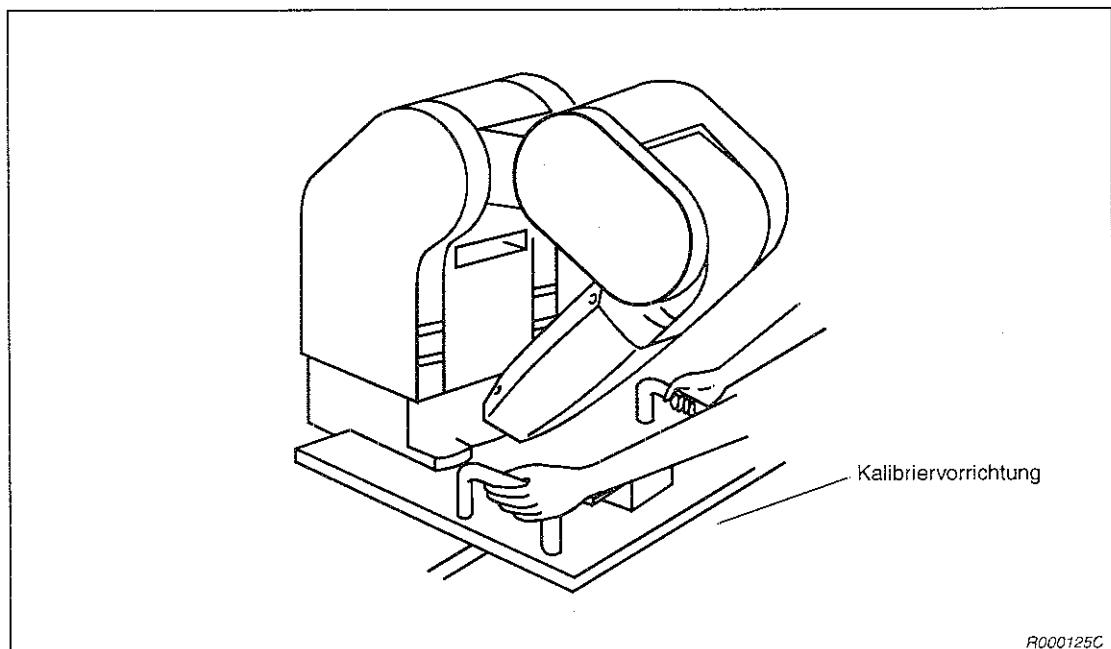

Abb. 3-21: Grundposition bei der Methode mit Kalibriervorrichtung
- ① Greifen Sie die Kalibriervorrichtung wie in Abbildung 3-21, und bringen Sie den Roboter in die dargestellte Position.
- ② Die Kalibriervorrichtung muß dabei plan mit der vorderen und linken Seite des Robotersockels abschließen.